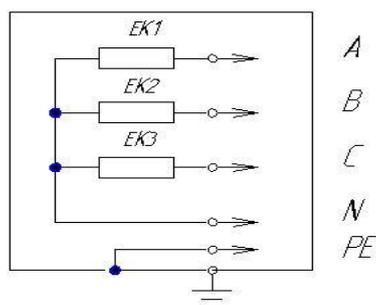

Рисунок 2
1.5 Обогреватель ОВЭ-4 может работать как от трёхфазной сети 380В, так и от однофазной сети 220В. С предприятия – изготовителя обогреватель выходит подготовленным на подключение к однофазной сети 220В. Для подключения к трёхфазной сети 380В требуется снять перемычки с одной стороны ТЭН (со стороны кабельного ввода) согласно схемы электрической рис.2.
6.1.6 Электромонтаж обогревателя со стороны кабельного вывода должен быть осуществлен по схеме электрической (см. рис. 2). Нейтральный провод выведен на клеммную колодку, к которой в задействованную клемму должен подсоединяться нейтральный провод кабеля. Фазные провода подсоединяются к контактным стержням нагревателей. При